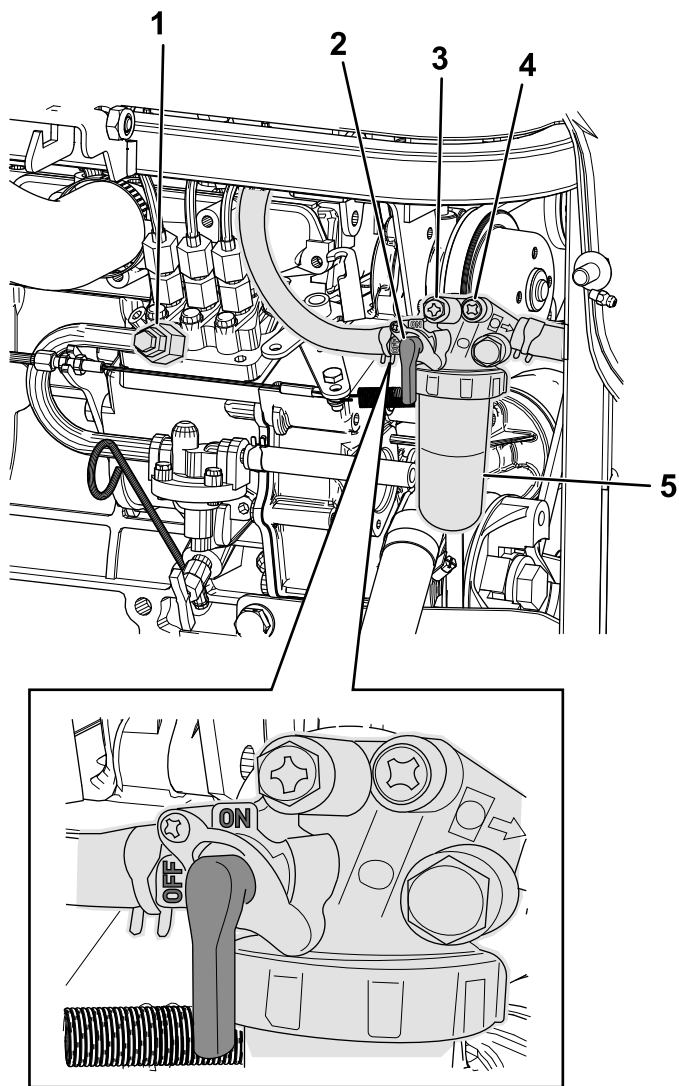

Figure 59
7. Vérifiez que le levier du filtre à carburant est en position OUVERTE (Figure 59).
8. Desserrez la première vis de purge sur la pompe d'injection (Figure 59).
10. Quand le carburant commence à s'écouler, serrez la première vis de purge d'air (Figure 59).
11. Desserrez la deuxième vis de purge sur la pompe d'injection (Figure 59).
13. Quand le carburant commence à s'écouler, serrez la deuxième vis de purge d'air (Figure 59).
7. Tournez le levier du robinet d'arrivée de carburant à la position OUVERTE (Figure 59).